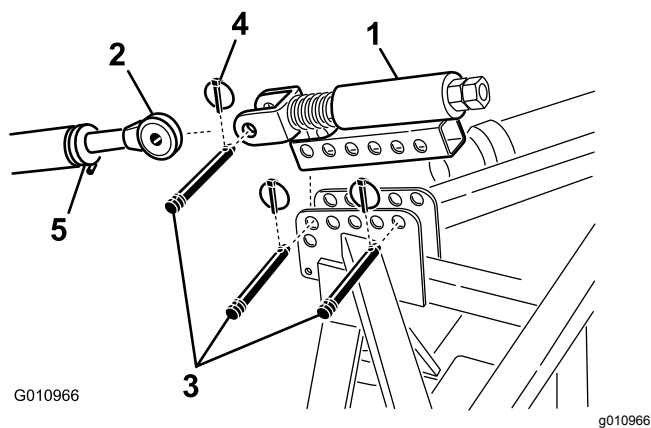

图9
1. 使用 2 个连杆销和保险销将弹簧加载顶部连杆安装到打孔机支架上 图9。
2. 拧松主机上连杆上的锁紧螺母。调节上连杆的长度直至其与打孔机弹簧加载顶部连杆上的柱销对齐 图9。
3. 将主机上连杆连接到弹簧加载顶部连杆上的柱销并用连杆销和保险销将其固定 图9。
6. 旋紧上联杆直至弹簧被压缩约 13mm 图9。